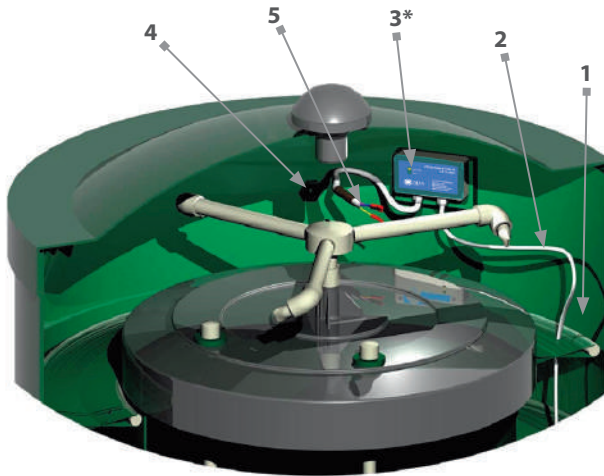

Рисунок 10. Элементы электрооборудования Станции.
1. завести кабель внешнего электропитания, через заранее подготовленный гермоввод 4, рис. 10 во внутренний объем Станции;